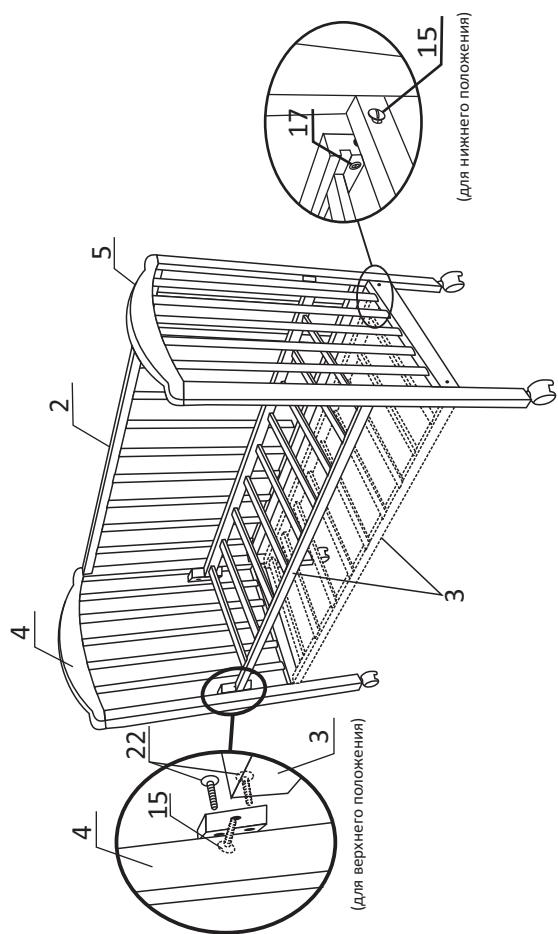

Рисунок 2.
3. Установка дна. Дно (3) кровати имеет возможность установки в двух положениях по высоте от пола. В нижнем положении дно крепится на 4 винта M 6х60(15) и гайку бочонок(17). Для установки дна в верхнем положении ножки спинок установить держатели дна(18) на винты (22) на внутреннюю поверхность ножек. Установить дно в отверстия держателей на винты (15) (см. рис. 2.).